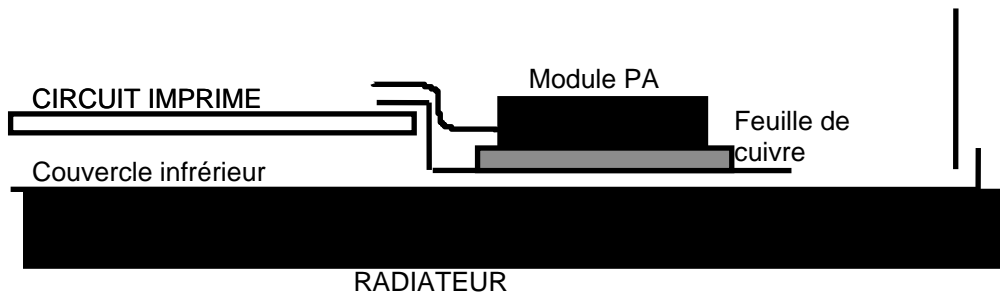

Figure 1 : Montage du module hybride.
- Plaquez le tout sur le radiateur et pointez les trous du module pour visser le tout (voir **figure 1**). On peut tarauder le radiateur ou utiliser des vis auto-taraudeuses. Ce n'est pas la peine de découper un rectangle dans la tôle du boîtier pour laisser passer le module contre le radiateur. La surface de contact suffit amplement pour transférer la chaleur au radiateur.